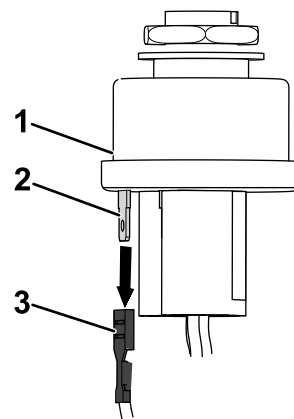

Рисунок 16
1. Отсоедините клемму с плоским контактом жгута проводов машины от клеммы С выключателя зажигания (Рисунок 16).